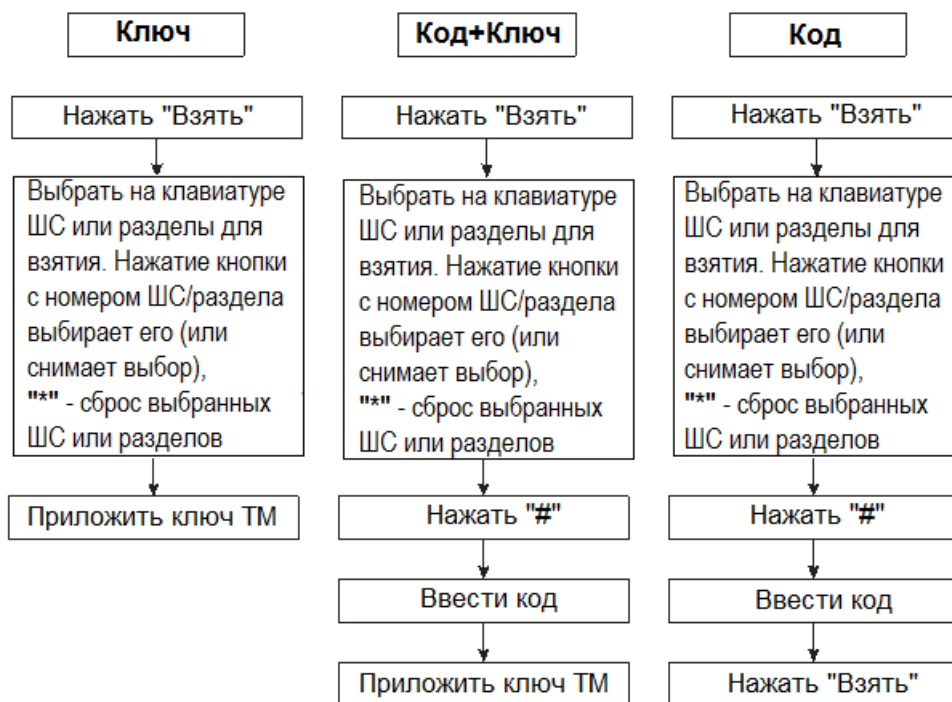

Рисунок 3. Постановка под охрану с выбором шлейфов
- если необходимо взять под охрану часть шлейфов (частичное взятие), то выбрать с помощью клавиатуры нужные шлейфы (по умолчанию для взятия выбраны все шлейфы, нажать «*» для сброса всех выбранных шлейфов, клавишами «0» - «9» выбрать (или снять выбор) нужный шлейф, соответствующий номеру клавиши для постановки под охрану (см. рисунок 3) и ввести код идентификации хозоргана одним из способов, указанных в п. 2.1 и на рисунке 3 и согласованным с ПЦН;